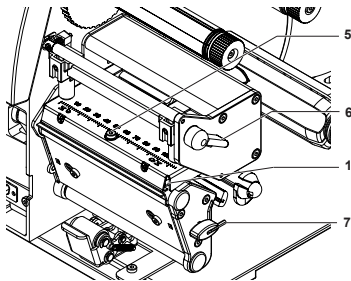

Figure 2
- Pivoter le levier (6) vers la position représentée sur la figure 2.